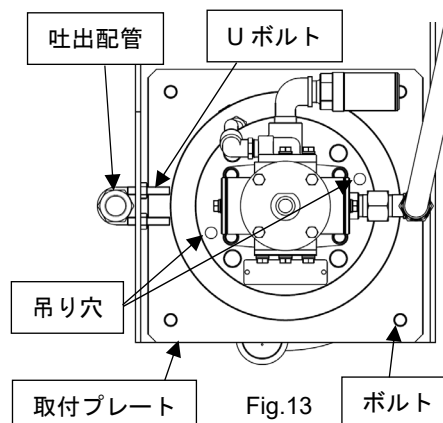

Fig.13
- 5) 吐出ホースを吐出配管先端のユニオンアダプターから外し、吐出配管を留めているUボルトを取り外してください。（Fig.13）（ホース・配管からのインキ垂れに注意してください）
- 6) ポンプの吊り穴φ18×2か所に、クレーンなどからの吊り具を取り付けてください。（Fig.13）